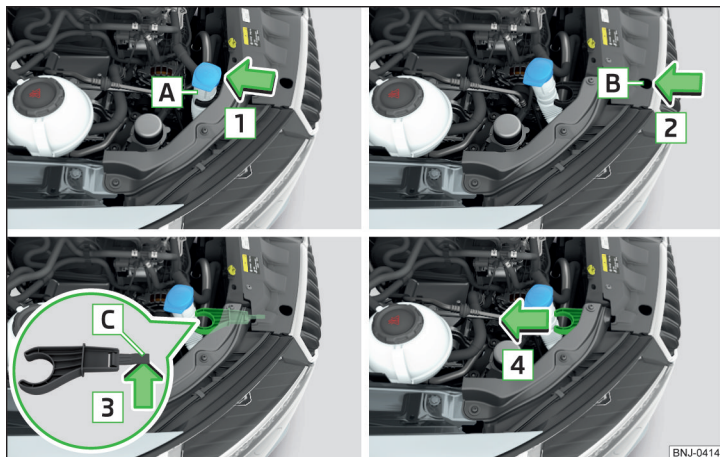

Fig. 287 Demontarea suportului pentru ștuțul rezervorului de lichid de spălare
- Desprindeți ștuțul rezervorului **A** din cleme de la suport, în sensul săgeții **1** » fig. 287.
- Împingeți suportul ștuțului rezervorului în sens opus săgeții **4** » fig. 287.